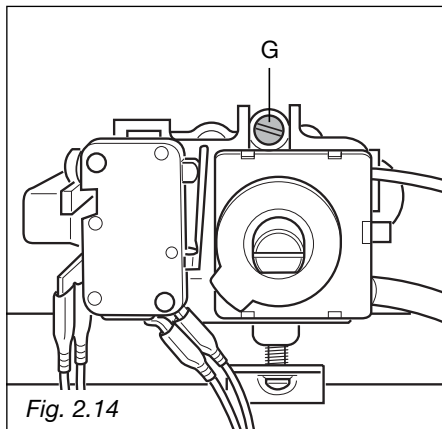

Fig. 2.14
- Enlevez le bouton et dévissez la vis de dérivation « **G** » (fig. 2.14) environ trois fois en passant un petit tournevis plat (lame de Ø 3 mm, longueur de 100 mm) à travers l'ouverture du panneau.
- Après avoir enlevé à nouveau le bouton et en faisant attention de ne pas tourner la tige du robinet, vissez lentement les vis de dérivation « **G** » (fig. 2.14) jusqu'à l'obtention d'une flamme d'une hauteur de 3 à 4 mm.